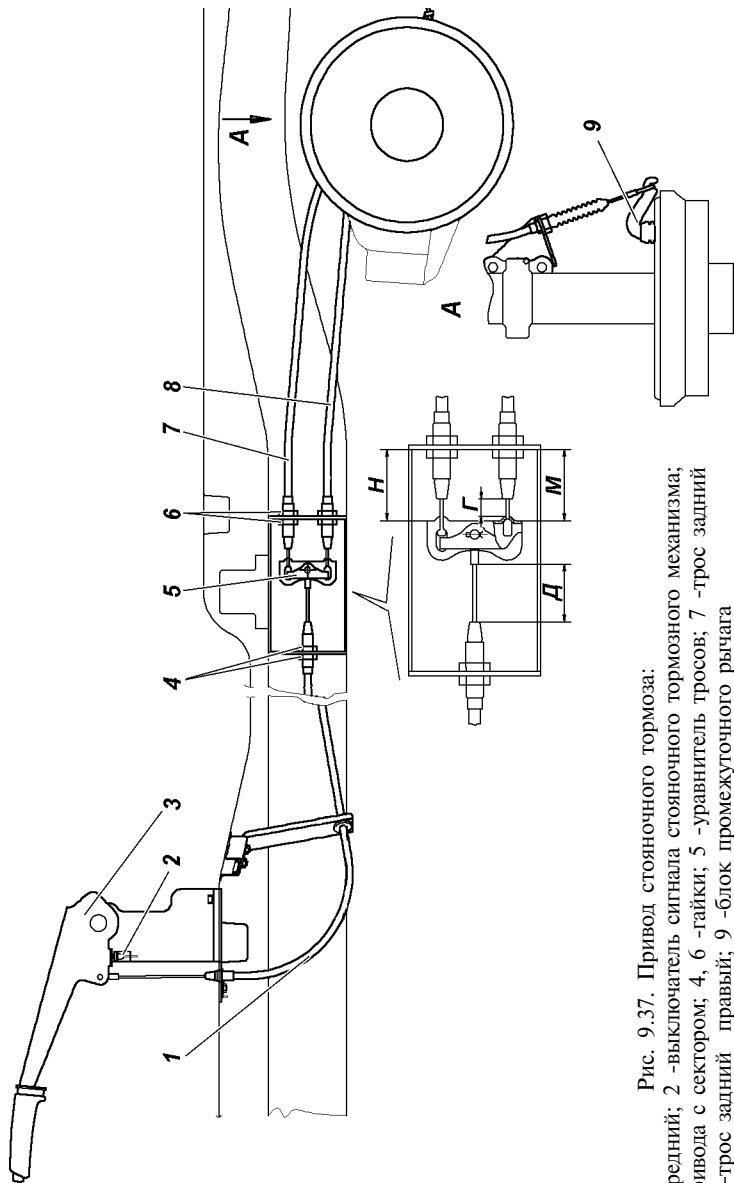

Рис. 9.37. Привод стояночного тормоза:
Колесный стояночный тормоз действующий на тормозные колодки задних колес (рис. 9.37).
3. Установите рычаг стояночного тормоза 3 (рис. 9.37) в нижнее положение.
натянув их усилием 100 Н (10 кгс). При этом необходимо выдержать размер Г = 1 мм (min), Д = 35 мм (min) и разницу размеров М и Н не более 6 мм (рис. 9.37).